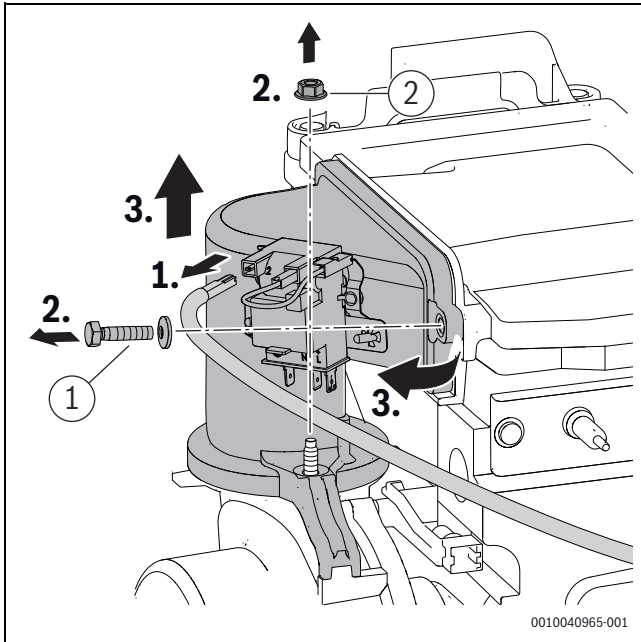

Bild 13 Mischeinrichtung ausbauen
- ▶ Schraube und Mutter ([1] und [2], Bild 13) an der Mischeinrichtung mit $5,5+0,5$ Nm festziehen.